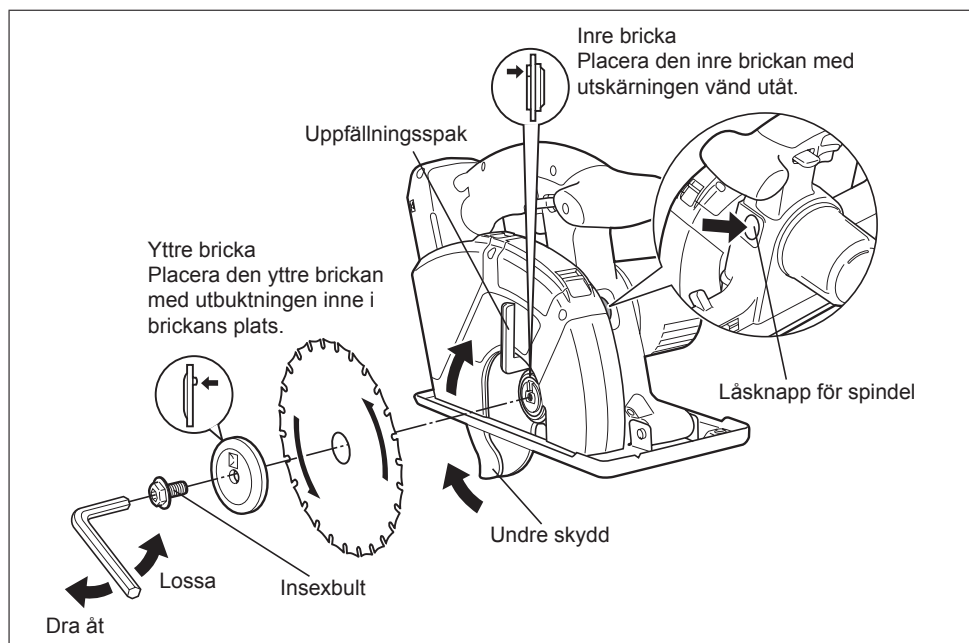

Bild 6
Kontrollera att insexbulten är ordentligt åtdragen (se bild 6).
4. Montera klingan enligt bilden (se bild 6). Kontrollera att rotationsriktningsspilarna på klingan och det genomskinliga skyddet pekar åt samma håll.